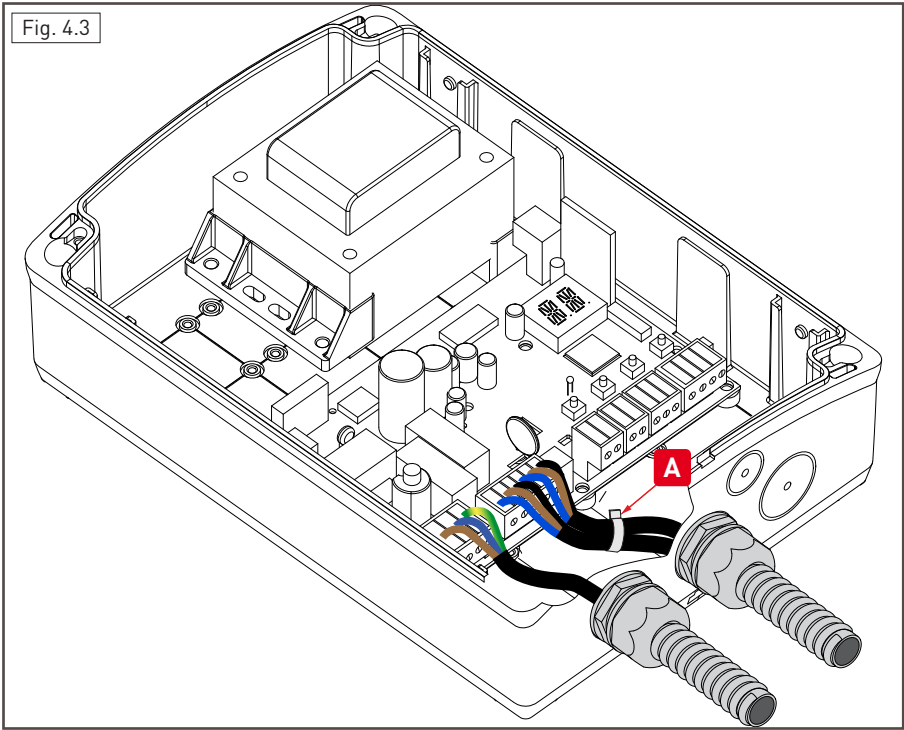

Fig. 4.4
- Ha szükséges, alkalmazza a vezérlődoboz zsanérjait az ön számára megfelelő oldalon a doboz alsó és felső részén. (Fig. 4.4,).